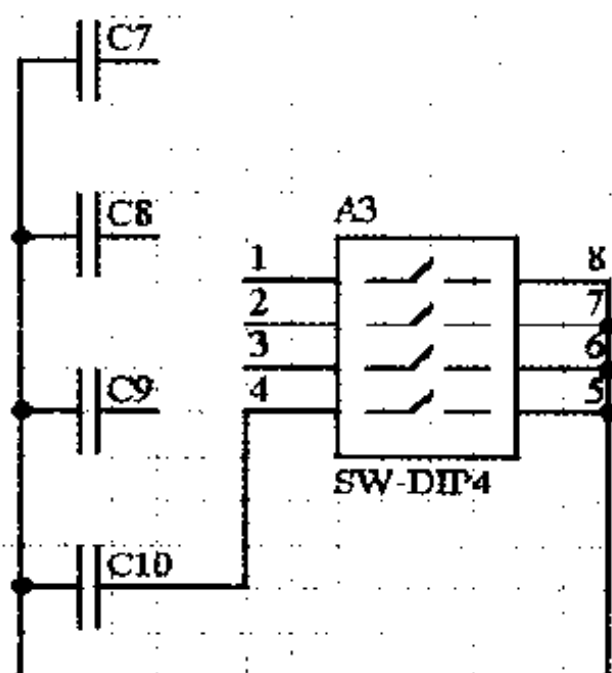

图 2-38 绘制转折的导线
(6) 在 Wiring Tools 工具栏中单击  按钮, 此时鼠标箭头变为十字光标。将光标移动到开关元件 A3 右边的 8 号引脚上单击, 确定导线起点, 向下拖动鼠标到适当位置再次单击, 绘制一条竖直方向的导线, 将 5, 6, 7, 8 四个引脚连接在一起。
(7) 右击鼠标, 结束一条导线的绘制, 此时鼠标光标仍然是十字光标。将光标移动到开关元件左边的 4 号引脚, 单击确定导线的起点; 然后将鼠标向下移动 4 个栅格单击, 确定导线的转折点; 继续向左拖动鼠标到电容元件 C10 右边的引脚上单击, 确定导线的终点, 按 Esc 键完成导线绘制, 得到如图 2-38 所示的效果。